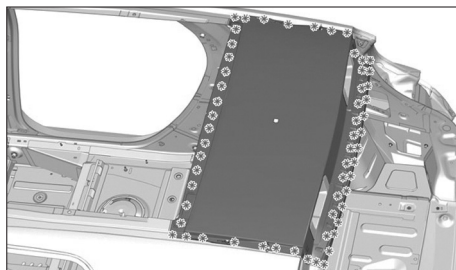

FIG. 143
- Framer les points de soudure (Fig.143).